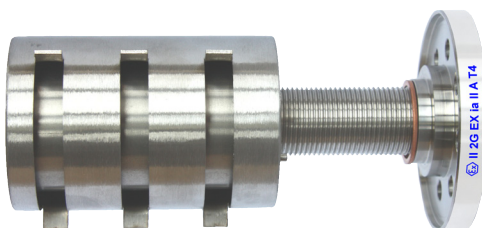

Fig. 2.2 SOG para instalación Ex con contratuerca y anillo de obturación
- Use Loctite 2701 en cuatro espiras de la contratuerca y enrosque la tuerca y el anillo de obturación de cobre de 27x32x1,5 DIN 7603A en los 16 mm restantes (consulte la Fig. 2.2)